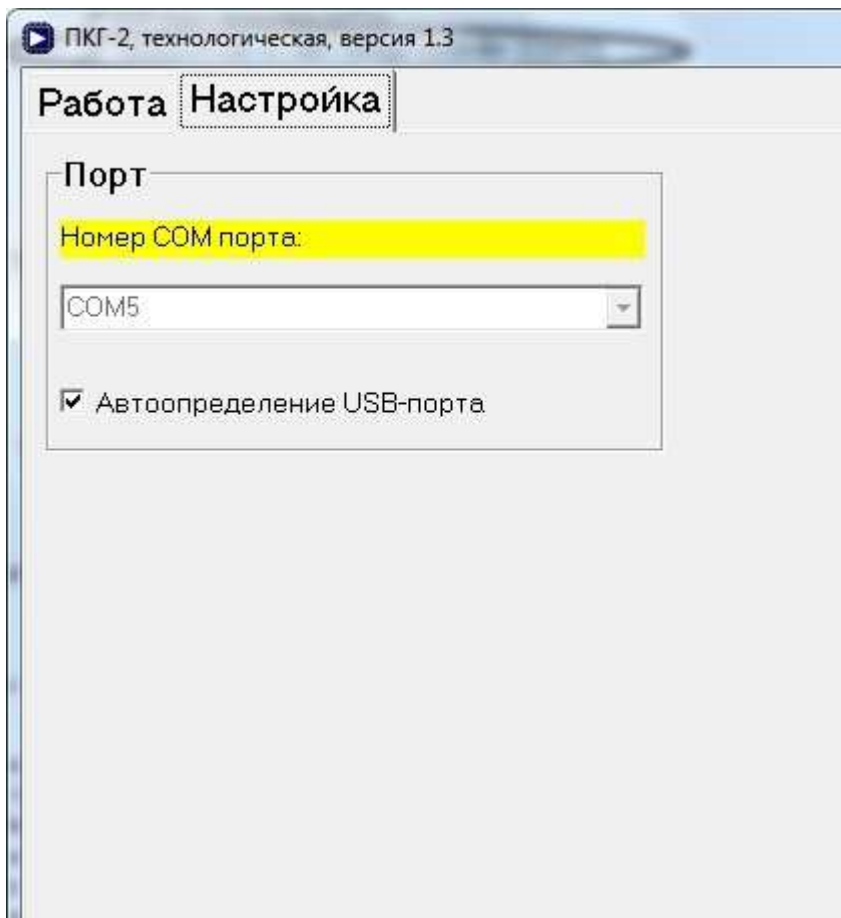

Рис. 9.1. Вид закладки «**Настройка**» программы «**PKG_2**».
9.2.5. Вид закладки «**Настройка**» приведён на Рис. 9.1.